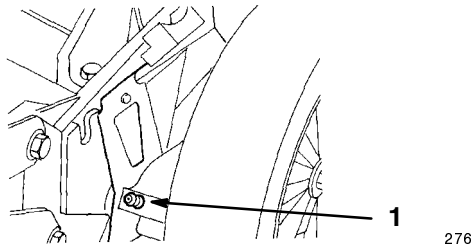

Figure 29
1. A l'aide d'un chiffon propre, essuyez les graisseurs des dispositifs de réglage de hauteur de coupe (Fig. 29).